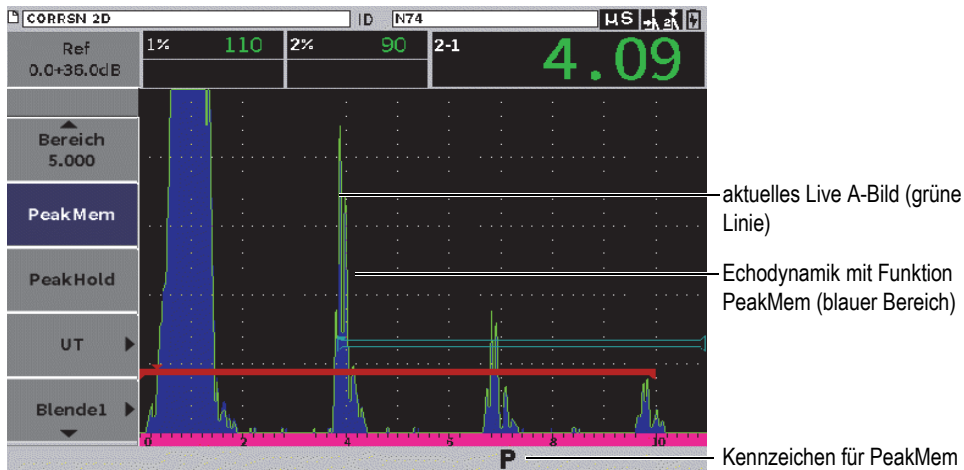

Abbildung 7-11 Echodynamik mit Funktion PeakMem (Beispiel)
Die Funktion PeakMem ermöglicht die Aufnahme und Speicherung von Bildschirmkopien der Amplitude jeder A-Bild-Aufzeichnung. Wird der Prüfkopf über einen Reflektor geführt, wird die Echodynamik (Echodynamik als eine Funktion der Prüfkopfposition) als eine blaue Linie auf dem Bildschirm beibehalten (siehe Abbildung 7-11 auf Seite 108). Die Anzeige wird aktualisiert, wenn ein Signal von höherer Amplitude erfasst wird. Zusätzlich wird das aktuelle Live A-Bild an entsprechender Stelle innerhalb der Echodynamik angezeigt.
1. Mit einer aktivierten Blende und eingblendeter seitlicher Menüleiste, drehen Sie den Drehknopf, um die Schaltfläche **PeakMem** auszuwählen (siehe Abbildung 7-11 auf Seite 108).